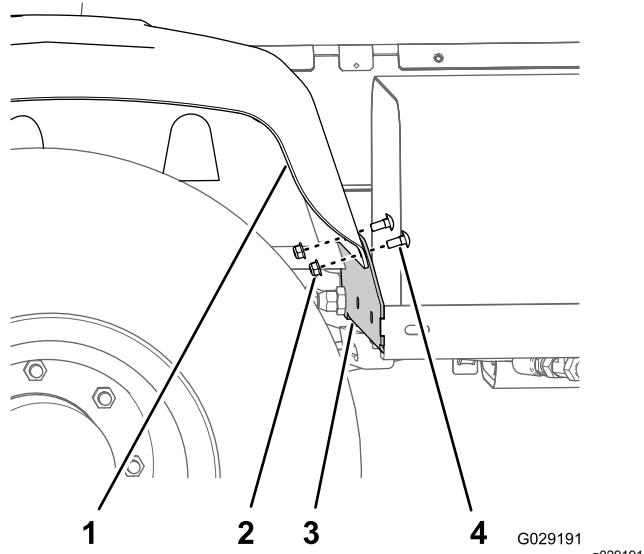

Figure 4
1. Retirez les 2 boulons de carrosserie et les 2 contre-écrous à embase qui fixent l'aile arrière droite à la patte de fixation avant d'aile (Figure 4).